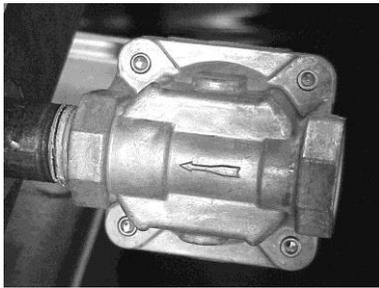
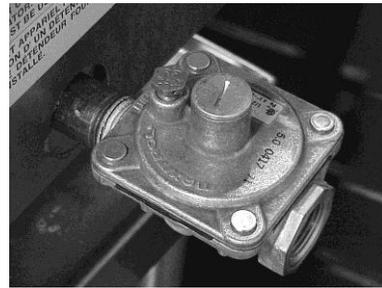

Fig. 2
Fig. 3
Il faut installer le régulateur de pression du gaz fourni avec la plaque chauffante. Installer le régulateur aussi près que possible de la plaque à frire, sur la conduite de gaz. S'assurer que la flèche sur la face intérieure du régulateur pointe vers le débit de gaz allant à la plaque à frire (Fig.2) et que le régulateur est positionné de façon à ce que le bouchon d'aération et la vis de réglage soient dirigés vers le haut droit (Fig. 3). Après avoir installé le régulateur, vérifiez et réglez la pression du gaz. La pression doit être réglée à 10 cm colonne d'eau (CE) pour le gaz naturel et 25 cm colonne d'eau (CE) pour le gaz propane, au moment où tous les brûleurs sont allumés. On recommande qu'un technicien qualifié du service de gaz ayant les outils, les instruments et les compétences nécessaires effectue l'installation de la plaque chauffante et du régulateur de pression du gaz.